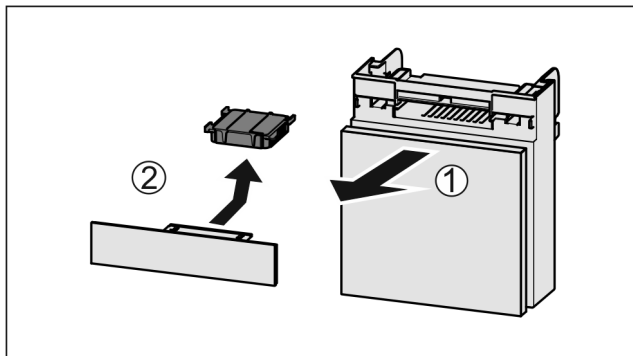

Fig. 142
- ▶ Predal izvlecite Fig. 142 (1) naprej.
- ▶ Odstranite Fig. 142 (2) aktivni ogljeni filter.